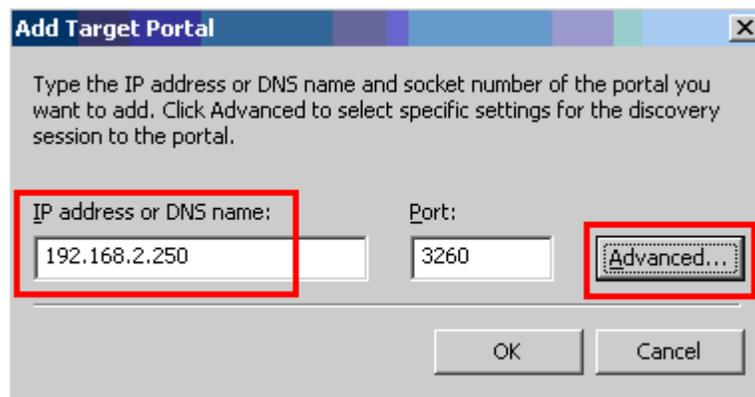

Abbildung 10-9. Dialogfeld „Add Target Portal“ (Zielportal hinzufügen)
5. Geben Sie im Dialogfeld „Add Target Portal“ (Zielportal hinzufügen) (Abbildung 10-9) die IP-Adresse des Ziels ein, und klicken Sie auf **Advanced** (Erweitert).